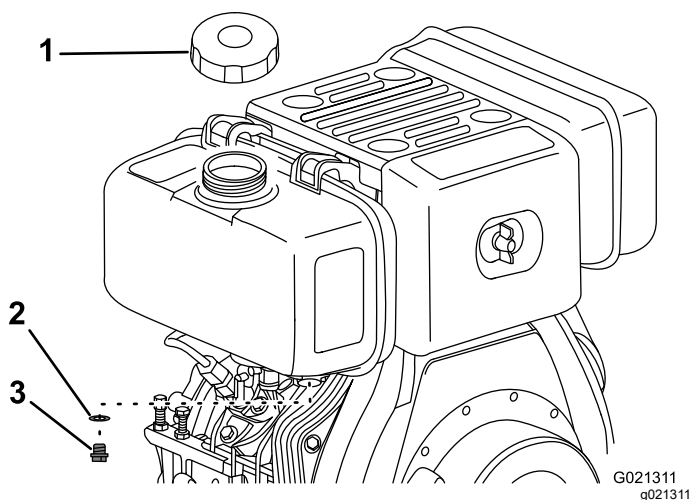

Figura 40
3. Retire el tapón del depósito de combustible (Figura 40).
4. Retire el tapón de vaciado y la junta para vaciar el combustible (Figura 40).
10. Instale el tapón de vaciado con una junta nueva (Figura 40).